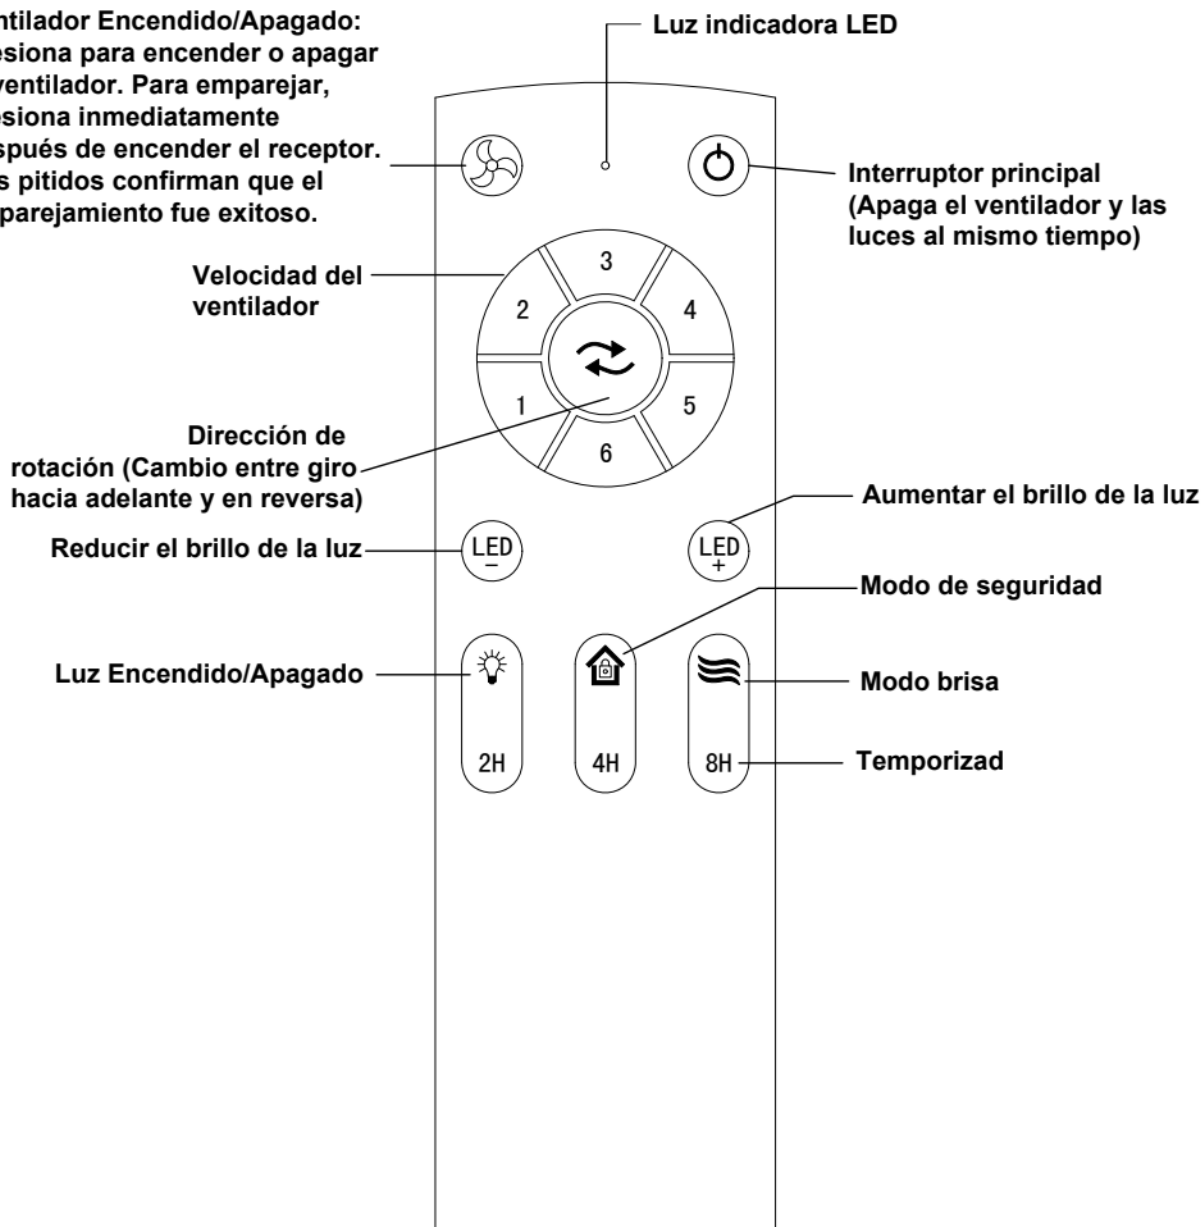

Figura 4
□ Funciones del control remoto: (Figura 4)